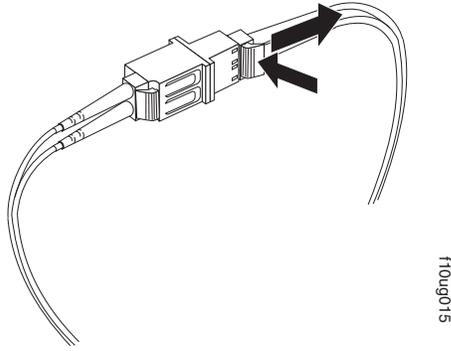

图 34. 从 LC-SC 光纤通道电缆适配器中卸下 LC-LC 光纤通道电缆
- 小心地拉出接口以将其卸下。从 LC-SC 电缆适配器中卸下 LC-LC 电缆时，请确保抓住的是接口而非电缆，如第 56 页的图 34 中所示。